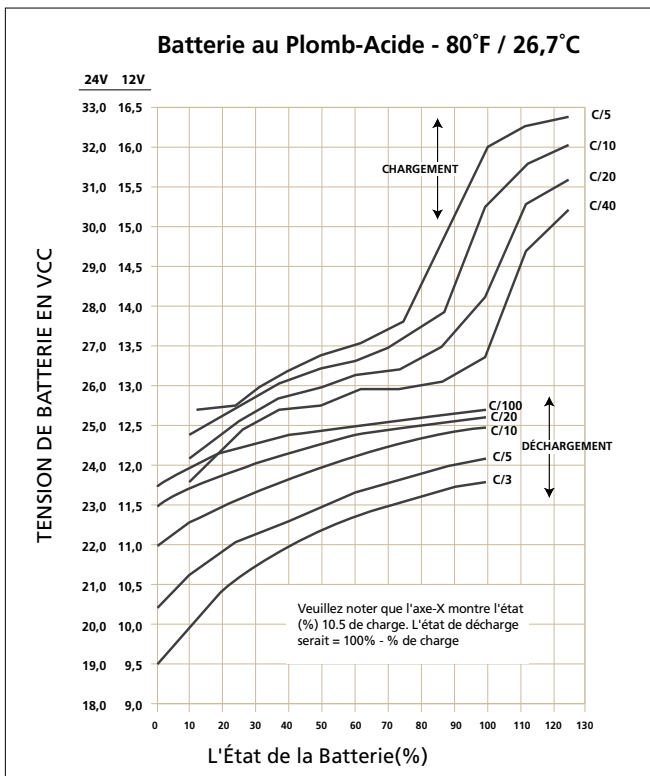

Figure. 7.1: Les courbes de charge / décharge pour 12V et 24V batterie plomb-acide
Figure 7.1 présente les caractéristiques de charge et de décharge d'une batterie au plomb typique 12V / 24V d'acide à température d'électrolyte de 80 ° F / 26,7 ° C. Les courbes montrent le % de l'état de charge (l'axe X) par rapport à la tension aux bornes (l'axe Y) pendant le chargement et le déchargement à différents C-taux. **Noter que l'axe X montre le % d'état de charge. L'état de décharge sera = 100% - % l'état de charge.** Ces courbes seront mentionnées dans les explications suivantes.
Les courbes de décharge de la Fig. 7.1 montrent le % de l'Etat de la charge en fonction de la tension aux bornes d'une batterie typique sous différents courants de charge / décharge, c'est à dire "C-Taux" et une température fixe de 80 °F.
**REMARQUE :** l'axe des X de courbes de la figure 7.1 indique le % de charge. Le % de charge peut être converti en % de l'aide de l'état de décharge de la formule donnée ci-dessous :
Comme précédemment indiqué, l'alarme de l'avertisseur sonore est déclenchée lorsque la tension aux bornes d'entrée CC de l'onduleur tombe à environ 10,5 V pour une batterie 12V (21V pour la batterie 24V) a un courant de décharge C-Taux courant de C / 5 ampères. S'il vous plaît, noter que la tension aux bornes par rapport à un état de décharge particulier diminue avec l'augmentation de la valeur du courant de décharge. Par exemple, la tension aux bornes d'un état de décharge de 80% (état de charge de 20%) pour différents courants de décharge sera tel que donné au tableau 7.5 (reportez-vous à la Fig. 7.1 pour les paramètres et les valeurs indiquées dans le tableau 7.5) :
Les onduleurs sont normalement fournis avec une protection pour arrêter la sortie de l'onduleur lorsque la tension CC aux bornes d'entrée de l'onduleur tombe sous le seuil de l'ordre de 10V pour une batterie de 12 V (20 V pour batterie 24V). En se référant aux courbes de décharge dans la figure 7.1, l'état de décharge pour les divers courant de décharge C-Taux pour la tension de la batterie de 10V / 20V est comme suit: (S'il vous plaît noter que l'axe X des courbes montre le % d'état de charge. Le % d'état de décharge sera 100% -% d'État de charge):